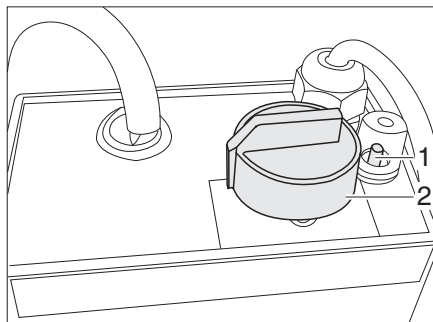

Bild 117 Reglage för elektrisk golvvärme
- Vrid vridregulatorn (Bild 117,2) till önskad värmeeffekt.
- Vrid vridregulatorn (Bild 117,2) till ställning "0".
När golvvärmen har stängts av stannar värmen kvar ett tag i golvet (restvärme). Om regulatorn överbelastas aktiveras överbelastningsskyddet. Stiftet (Bild 117,1) hoppar ut.
- Tryck in stiftet (Bild 117,1) på överbelastningsskyddet när regulatorn har svalnat.